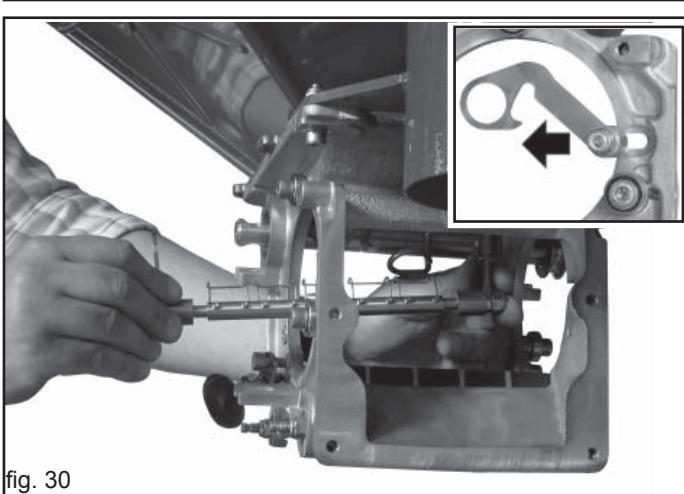

fig. 30
- 4) Extrageți arborele cu elementele elastice (Fig. 30).